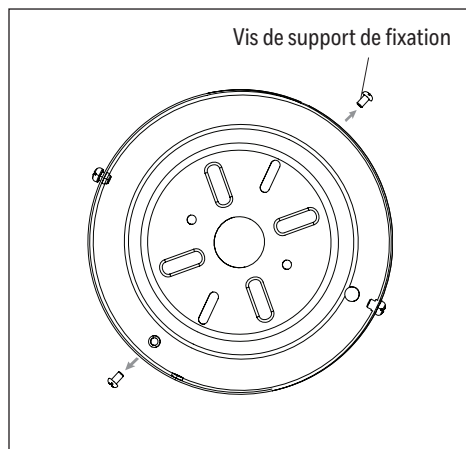

Figure 2.1
1. Desserrez les quatre vis de support de fixation, puis retirez complètement deux vis de support de fixation se faisant face sur le support de fixation (Figure 2.1).